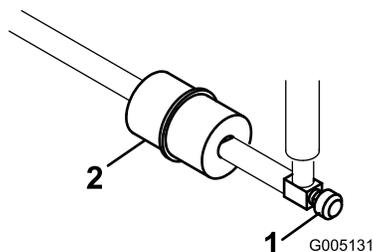

Рисунок 41
Проходной топливный фильтр встроен в топливный трубопровод между топливным баком и карбюратором (Рисунок 41).
1. Закройте клапан отключения подачи топлива (Рисунок 41).
3. Ослабьте другой шланговый хомут и снимите фильтр (Рисунок 41).
2. Установите под фильтр сливной поддон, ослабьте шланговый хомут на обращенной к карбюратору стороне фильтра и отсоедините топливный трубопровод от фильтра (Рисунок 41).